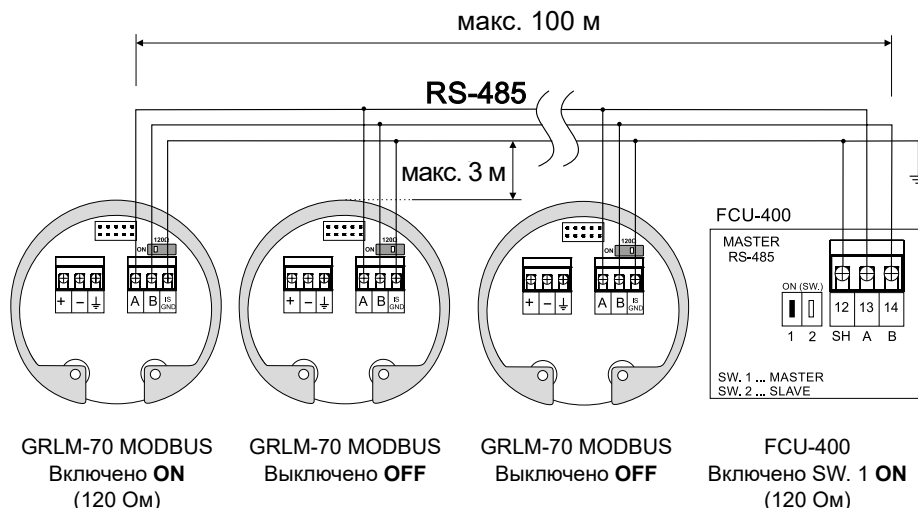

Рис. 23: Соединение нескольких блоков посредством RS485 в сеть
6. Если уровнемер с коммуникацией Modbus подключен в качестве конечного устройства к линии RS-485, рекомендуем (чтобы не было отражений на линии) подключить оконечный (ограничивающий) резистор 120 Ом. Это осуществляется путем перемещения рычажка выключателя, обозначенного 120 Ом, в положение ON. На уровнемерах, подключенных к линии RS-485, оконечные резисторы в качестве постоянного устройства не подключаются (переключатель остается выключенным). См. Рис. 23.
Максимальное расстояние модуля от транзитной линии (длина T-сегмента) составляет 3 м (Рис. 23).
На концевых установках необходимо подключать оконечные резисторы  $R_z$  величиной 120 Ом, наряду с этим оконечные резисторы не должны быть подключены к транзитным установкам (Рис. 23).